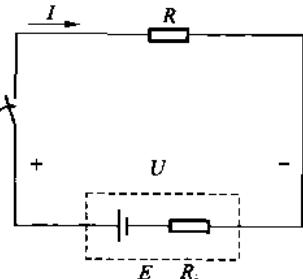

图 8.18 全电路
**全电路欧姆定律** 图 8.18 中含有电源的闭合回路,叫做全电路.
负载变化时,电源向负载输出的功率也随之变化.图 8.18 中,电源向负载  $R$  输出的功率